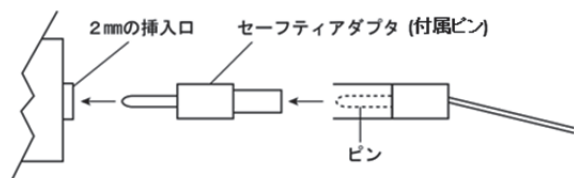

図1
- (1) ケーブルを直接接続できない場合は、セーフティアダプタ(付属ピン、別売)を使用する。セーフティアダプタ(付属ピン)は、事前に標準的な2mm(約0.08インチ)の挿入口に差し込み固定する。(図1)